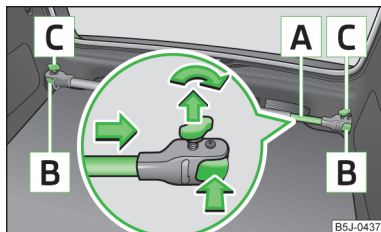

Fig. 72
- Allentare le viti di sicurezza [C] » fig. 72 ed estrarle leggermente, in questo modo i supporti [B] saranno sbloccati.